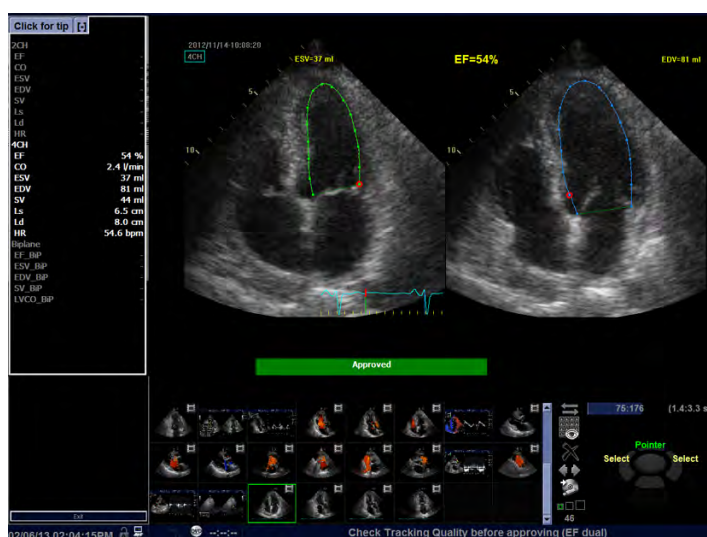

Рис. 13-120. Два экрана с результатами AutoEF – альтернативный режим отображения
1. Нажмите **EF Dual** (Двойная фракция выброса), чтобы увеличить кадры конечной систолы и конечной диастолы и расположить их рядом (Рис. 13-120 на стр. 13-281).
- d. Значения конечного систолического объема (ESV), конечного диастолического объема (EDV) и фракции выброса (EF) будут пересчитаны соответствующим образом.